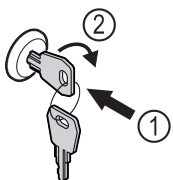

Fig. 46 Примерное изображение
- ▶ Вставьте ключ Fig. 46 (1).
- ▶ Поверните ключ на 90° по часовой стрелке Fig. 46 (2).